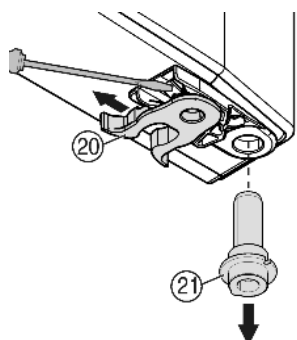

Fig. 10
- ▶ Veerklem Fig. 10 (20) verplaatsen: Sluitnok omlaag drukken, veerklem eroverheen en eraf trekken.
- ▶ Lagerbout Fig. 10 (21) uit de deurbus nemen en samen met het plaatje aan de tegenoverliggende kant aanbrengen. De sluitnok moet naar de binnenkant van de deur wijzen, de kerf naar de buitenkant.
- ▶ Deur aan de onderkant vastzetten en de lagerbout Fig. 10 (21) in de lagerbus aanbrengen. Evt. de lagerbout draaien om deze te laten vastklikken.